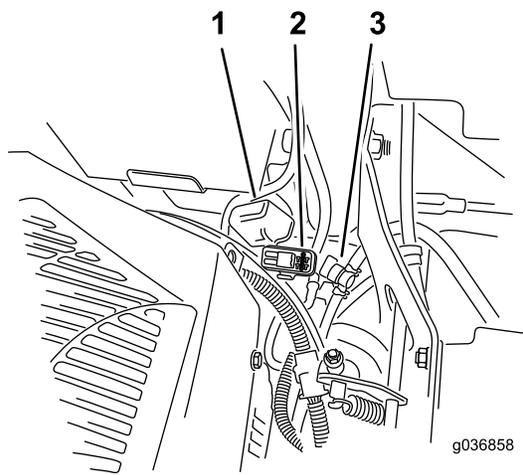

Figura 56
Nota: En máquinas MyRide, asegúrese de que el cable de tierra no roza contra el brazo arrastrado ni contra el soporte inferior del amortiguador (Figura 56).
Los fusibles están situados en la consola de la derecha, junto al asiento (Figura 56).
2. Instale un fusible nuevo (Figura 56).